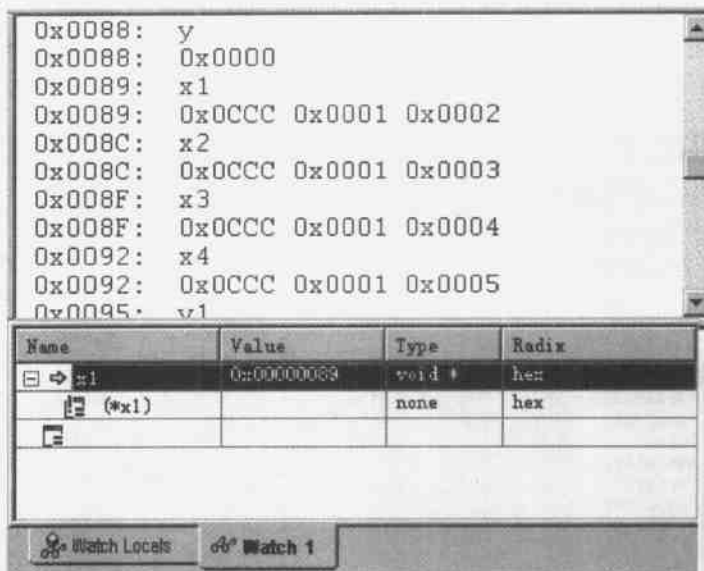

图 3.18 变量观察窗口
(5) Watch Window 检查和编辑 C 语言表达式或变量的值。可以用不同的格式显示数值,可以显示数组、结构或指针等包含多个元素的变量。单击该命令,将显示如图 3.18 所示的观察窗口。窗口中变量 x1 的值,就是 x1 所在的地址 0x00000089。